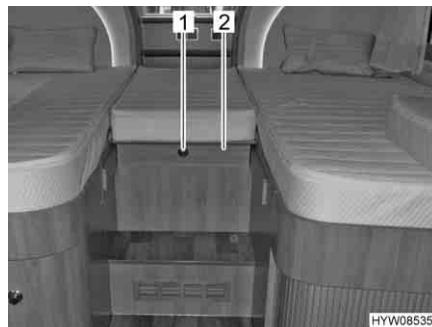

Fig. 85 Letti singoli in coda
- Premere il bottone automatico (Fig. 85,1) e aprire il diaframma (Fig. 85,2).